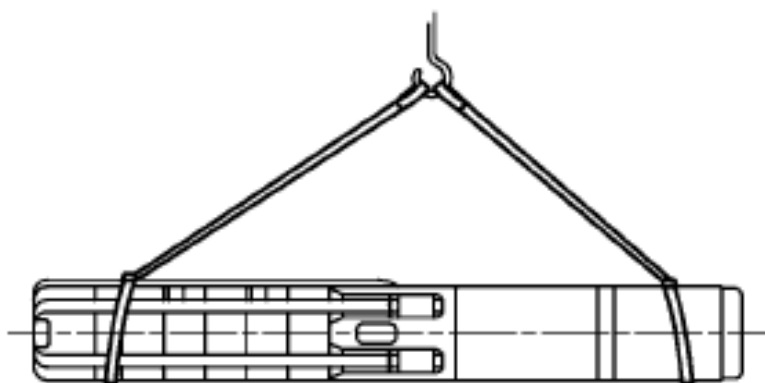

Рис. 4
10.3 В процессе погрузки и выгрузки агрегатов не допускать их ударов между собой, падений с транспортного средства, резких толчков (схема строповки см. рис. 4). Не допускать положений, при которых агрегат мог бы подвергаться излому.